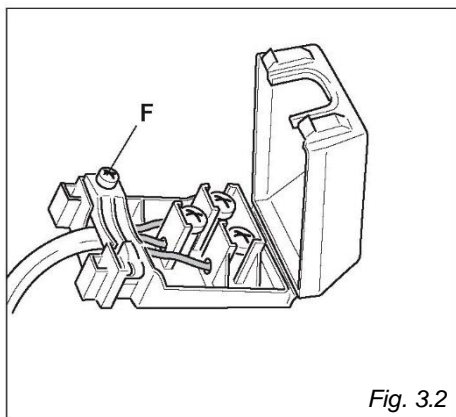

Fig. 3.2
- Abra o prensa-cabos desenroscando o parafuso "F" (fig. 3.2), desaparafuse os parafusos do terminal e remova o cabo.